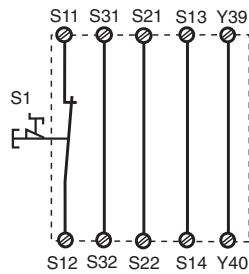
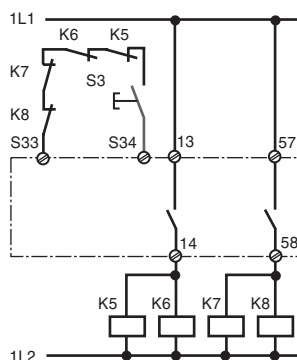

Fig. 2: Circuito de entrada monocanal, automat. rearme/Circuito di entrata monocanale, start automat./Eenkanalig ingangscircuit, automatische start
Fig. 9: como la Fig. 8 con rearme supervisado/come fig. 8 con start controllato/ Zoals fig. 8 met bewaakte start
En las fig. 2... a fig. 9 se presentan ejemplos de conexionado posibles; paro de emergencia. Los cortocircuitos a través del paro de emergencia también son detectados.
- Fig. 2: S33-S34 **no** conectado
In fig. 2 ... fig. 9 sono riportati degli esempi di collegamento per il cablaggio di arresto d'emergenza con start automatico e manuale, per il comando delle porte di sicurezza, nonché per la moltiplicazione dei contatti mediante relè esterni.
- Fig. 2: **nessun** collegamento S33-S34
In fig. 2 ... 9 worden aansluitvoorbeelden gegeven van noodstopshakelingen met automatische en bewaakte start, hekbewakingen en contactvermeerdering d.m.v. externe magneetschakelaars.
- Fig. 2: **geen** verbinding S33-S34